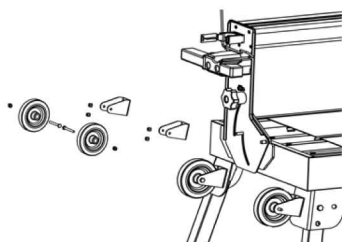
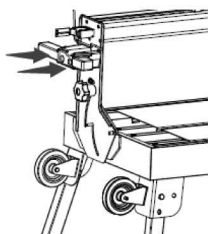
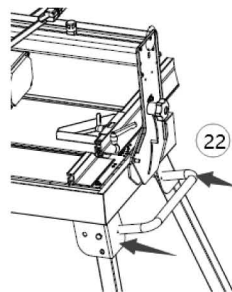

Fig.3
Fig.4
Fig.5
•Montar las ayudas de transporte (Fig.3&Fig.4&Fig.5)
1. Ensamble la rueda de transporte como se muestra en la Fig.3. Los tornillos para el montaje están pre-fijados en las ruedas. Retire los tornillos para ensamblar.
2. Ensamble el para para estacionar como se muestra en la Fig.4
3. Ensamble la Manija para transporte como se muestra en la Fig.5